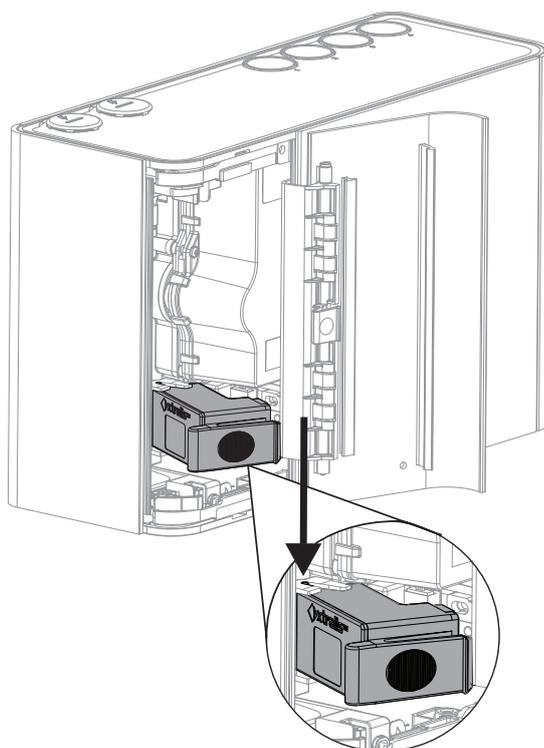

Figura 7-5: Encaje los pernos de bisagra
- Incline el filtro hacia la izquierda y coloque los pernos de bisagra en los huecos correspondientes (Figura 7-5).